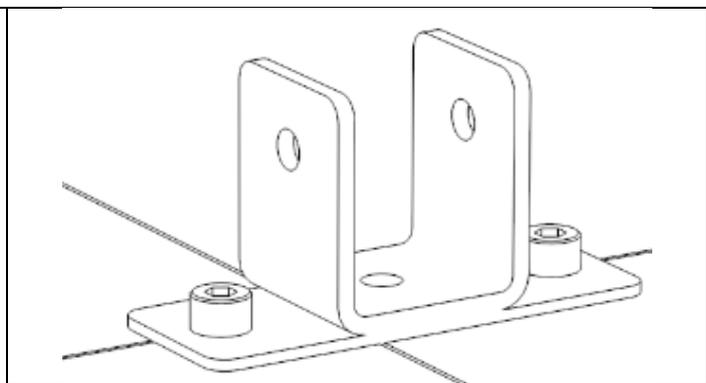

Figura 17
- Serrare le viti al supporto (C2) (figura 17).